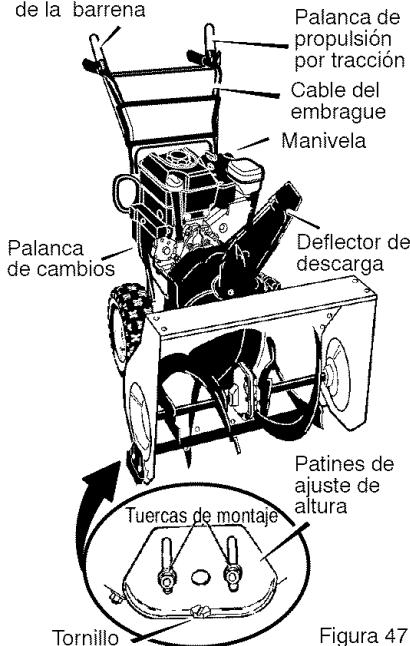

Figura 47
La Figura 47 muestra el quitanieves completamente ensamblado.
5. Para propósitos de envío, los **patines de ajuste de altura**, van sujetos a la plataforma de envío. Saque el **tornillo** que sujeta cada **patín** a la plataforma. Vea la Figura 47.